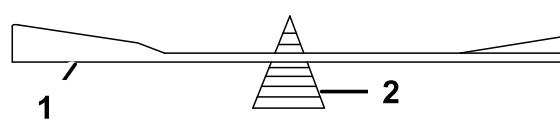

Figure 59
2. Vérifiez l'équilibre de la lame en la plaçant sur un équilibrEUR (Figure 59).